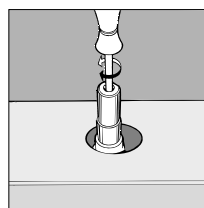

fig.9
- togliere la manopola (fig. 9) ed agire con un cacciavite sulla vite di regolazione posta all'interno dell'astina del rubinetto fino ad ottenere una piccola fiamma regolare (svitando la vite il minimo aumenta, avvitandola diminuisce).